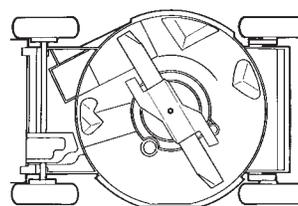

Figure 19
4. Basculer la tondeuse sur le côté gauche (Fig. 19).